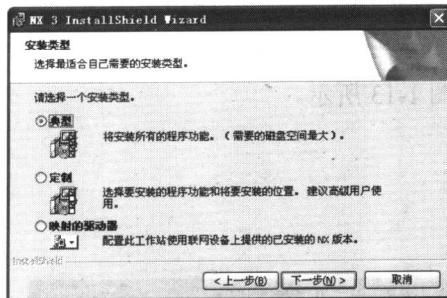
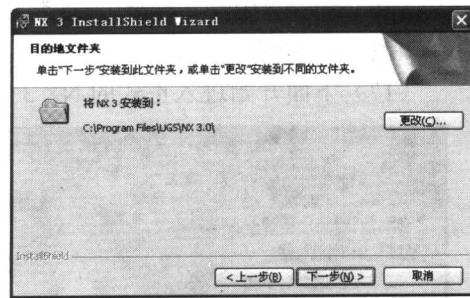

图 1-14 安装步骤 (12)
图 1-15 安装步骤 (13)
(18) 单击【下一步】按钮，进入安装类型选择，如图 1-14 所示。
(19) 为了能完全使用各项功能，选择“典型”安装，然后单击【下一步】按钮。
(20) 进入 NX 3 安装目录路径提示，如图 1-15 所示。